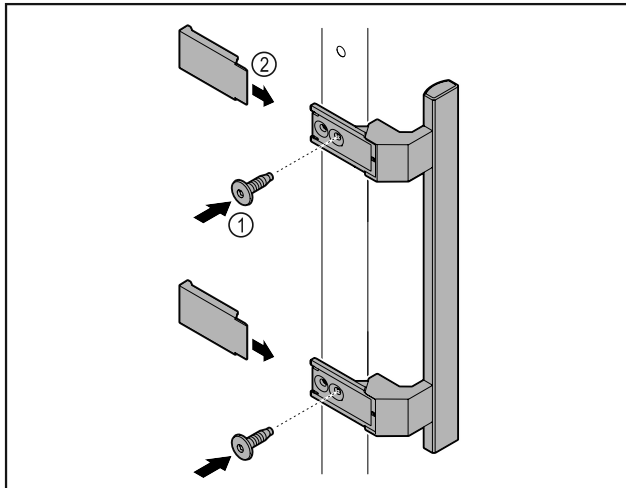

Fig. 49
- ▶ Τοποθετήστε τη λαβή από τη συσκευασία με τις βίδες Fig. 49 (1) στην πόρτα.
- ▶ Τοποθετήστε το κάλυμμα Fig. 49 (2).